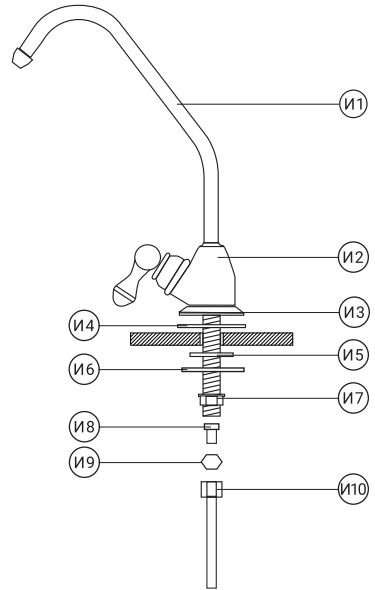

Рис. 16
2. Произведите монтаж крана (рис. 16) в следующей последовательности: